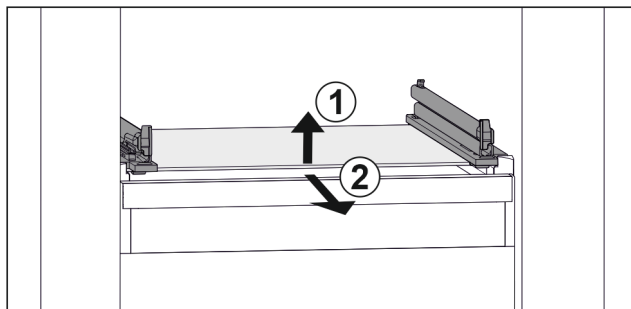

Fig. 110 Приблизне відображення скляної пластини
- ▶ Підняти скляну пластину спереду. Fig. 110 (1)
- ▶ Вийняти скляну пластину рухом вперед. Fig. 110 (2)